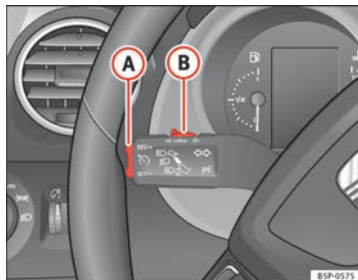

Fig. 154 Palanca de intermitentes y de luz de carretera: mando y tecla basculante para el regulador de velocidad
- Cuando se haya alcanzado la velocidad que se quiere programar, pulse brevemente la parte inferior de la tecla basculante **SET/-** ⇒ fig. 154 **A** una vez.